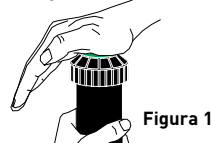

Figura 1
1. Gire la parte superior del cabezal completamente hacia la izquierda hasta que se detenga y luego completamente hacia la derecha. Este es el punto de inicio para la rotación (Figura 1).